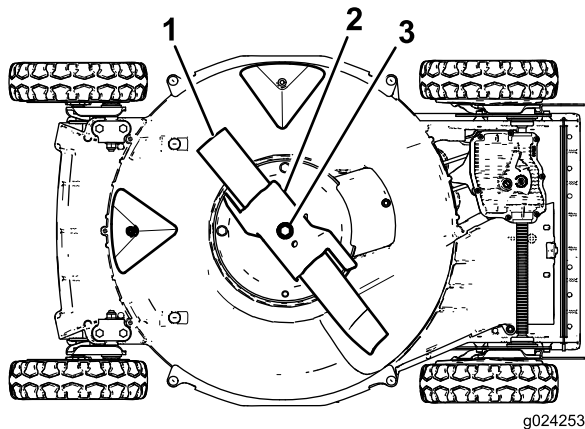

Figura 23
4. Vuelque la máquina hacia su lado **derecho** (limpiador de aire hacia arriba), según se muestra en Figura 23.